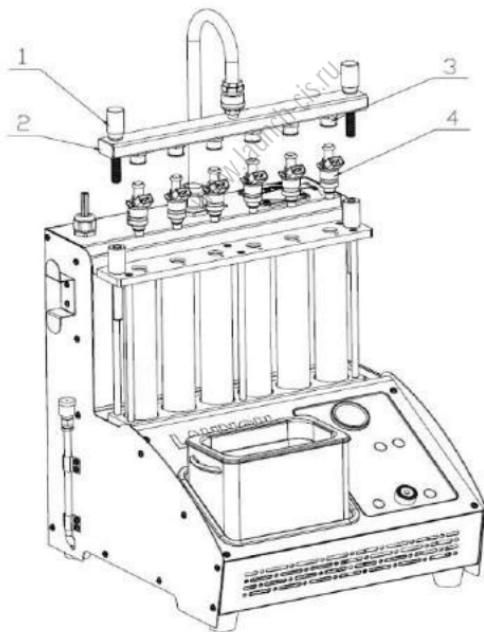

Рис. 5.1
- 1) Выберите необходимый адаптер верхней подачи (3) в зависимости от типа форсунки и установите уплотнительное кольцо (проверьте состояние кольца адаптера) на хвостовик. Установите адаптер с уплотнительным кольцом в топливный распределитель (2).
- 3) Отрегулируйте прижим с помощью винтов (1) для крепления топливного распределителя и форсунок к мерным колбам, затяните прижимные винты равномерно с обеих сторон. Схема установки показана на рис. 5.1.